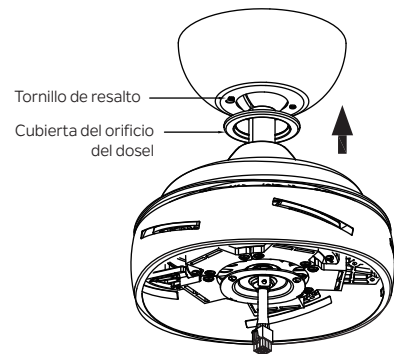

Figura 15
Paso 2. Fije y apriete firmemente la cubierta del orificio del dosel sobre los tornillos de resalto en el soporte de montaje utilizando la función de bloqueo por giro de la ranura de llave. (Figura 15)